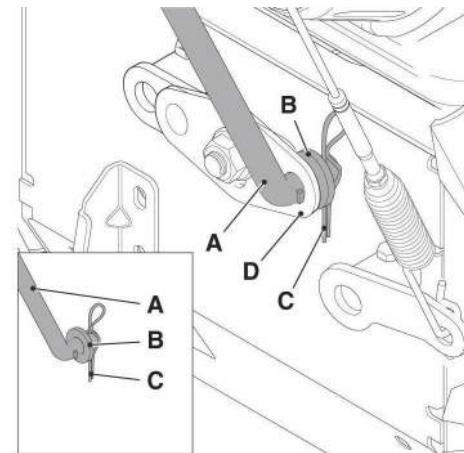

Рисунок 5
- Снимите предварительно установленное соединение (рисунок 5. A) на шайбе (рисунок 5. B) и шплинте (рисунок 5. C) механизма переключения передач.
- Вставьте шарнирное соединение (рисунок 5. A) механизма переключения передач в отверстие на рычаге (рисунок 5. D), чтобы соединить его с трансмиссией.
- Закрепите шайбу (рисунок 5. B) и шплинт (рисунок 5. C).